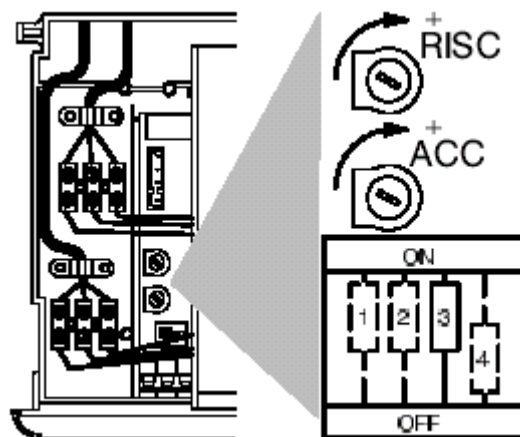

Fig. 7.5
7. Comprovar que o acendimento do queimador se realiza uniformemente e, sendo necessário, ajustar o nível de acendimento. Para ajustar o acendimento, deslocar o micro selector “3”, fig. 7.5., à posição OFF e actuar sobre o potenciómetro “ACC” utilizando uma chave de fendas adequada, até obter o acendimento correcto (ver tabela 7.5.). Finalizada esta operação, voltar a colocar o micro selector “3” na posição “ON”.
1. Com uma chave de fendas adequada, girar o potenciómetro de regulação “RISC”, fig. 7.5. Girando o potenciómetro no sentido anti-horário reduz-se a pressão de gás ao queimador.